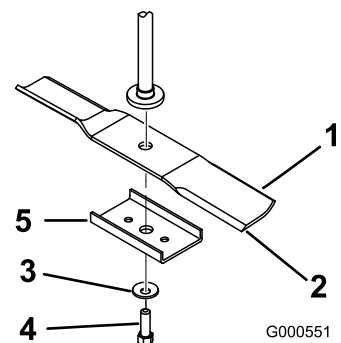

Bild 56
Halten Sie das Ende des Messers mit einem stark wattierten Handschuh oder wickeln Sie einen Lappen um es herum. Entfernen Sie die Messerschraube, Wellenscheibe, Messerverstärkung und das Messer von der Spindelwelle (Bild 56).
1. Setzen Sie das Messer auf die Spindelwelle (Bild 56).
2. Montieren Sie die Messerverstärkung, die Wellenscheibe (Schalenseite zum Messer) und die Messerschraube (Bild 56).